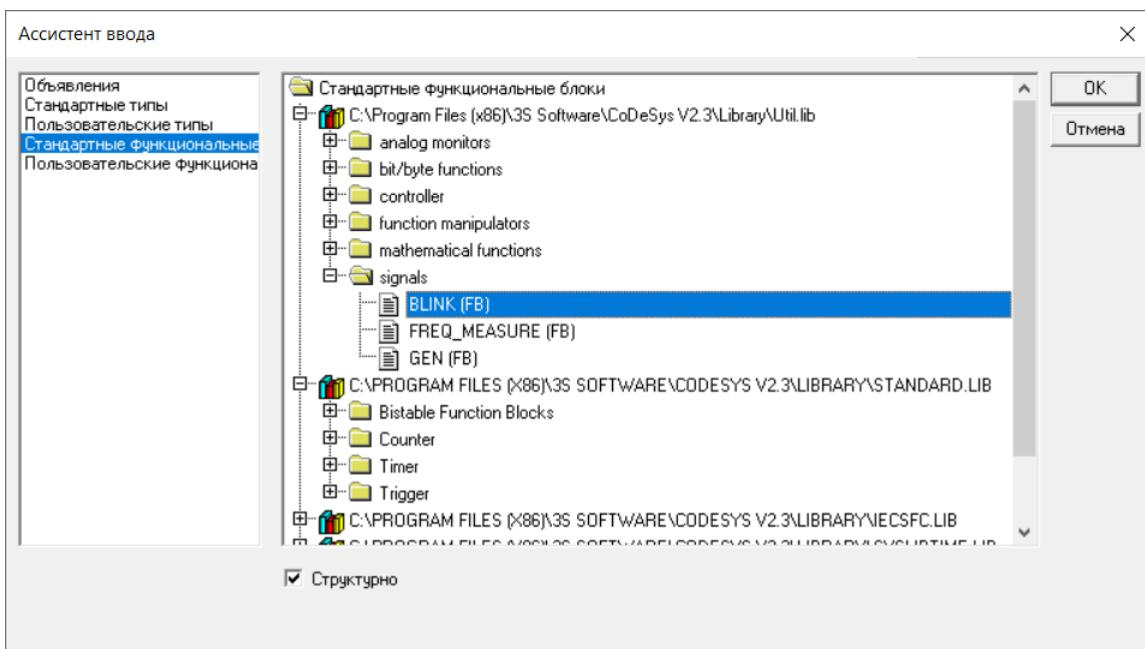

Рисунок 7.9 – Окно «Ассистент ввода»
4. В открывшемся окне «Ассистент ввода» (см. рисунок 7.9), в левой части, где отображается перечень доступных типов добавляемых объектов, выделить требуемый тип (в данном случае – «Стандартные функциональные блоки»). В правой части окна отобразится перечень доступных объектов выбранного типа. Если флагок переключателя «Структурно» в нижней части окна установлен, то перечень отображается в виде иерархического структурированного списка. В противном случае перечень отображается в виде отсортированного по алфавиту линейного списка.